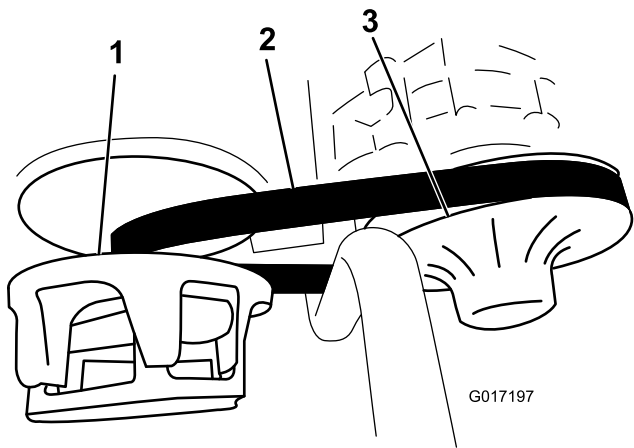

Figure 55
3. Faites tourner la courroie et vérifiez qu'elle n'est pas excessivement usée ou endommagée (Figure 55).
3. Faites tourner la courroie et faites-la passer sur l'embrayage secondaire (Figure 55).
4. Enlevez la courroie de l'embrayage primaire (Figure 55).
5. Alignez la courroie neuve sur l'embrayage principal (Figure 55).
6. Faites tourner la courroie et faites-la passer sur l'embrayage secondaire (Figure 55).